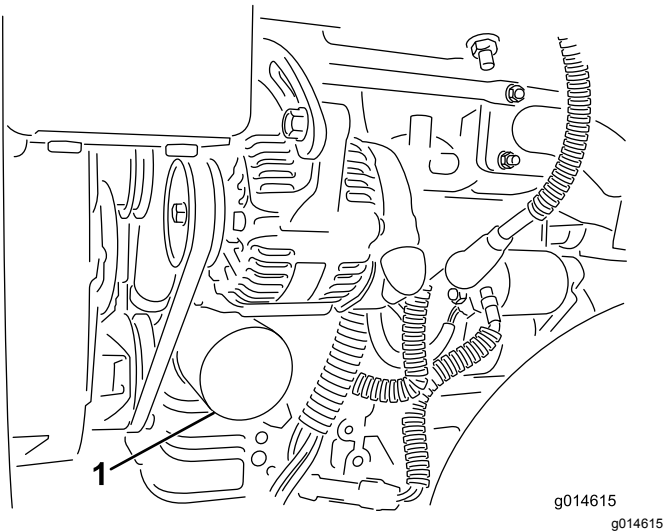

Figure 31
2. Déposez le filtre à huile (Figure 31). Appliquez une fine couche d'huile sur le joint du filtre de recharge.